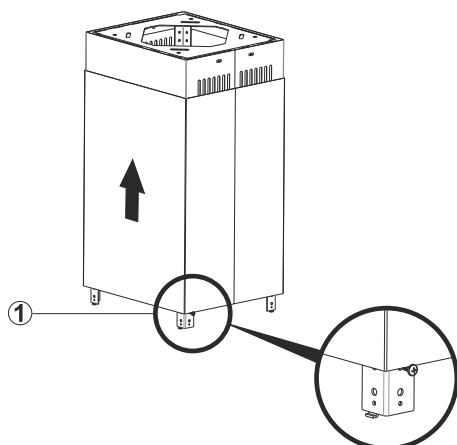

Fig. 8
1. ➤ Skjut skorstenen över stängerna (Fig. 8).
2. ➤ Skruva i en 3,5x9,5-skruv (1) halvvägs in på sidan av en av stängerna. Sätt sen skorstenen på skruven för att montera den senare (Fig. 8).